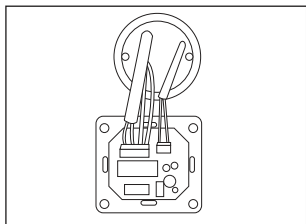

Рисунок 22. Подключение системы теплого пола через терморегулятор.
- Подключите терморегулятор к электрической сети согласно прилагаемой к терморегулятору схеме подключения (смотри рисунок 22).